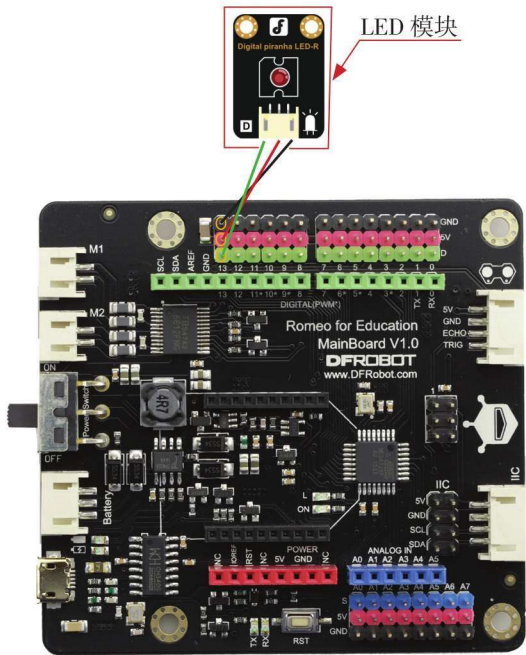

图 1-15 接线参考图
3. 试着将器材箱中的 LED 模块接到 Arduino 控制板的 13 号针脚上，发现了什么？接线方式可参照图 1-15，注意颜色需一一对应。